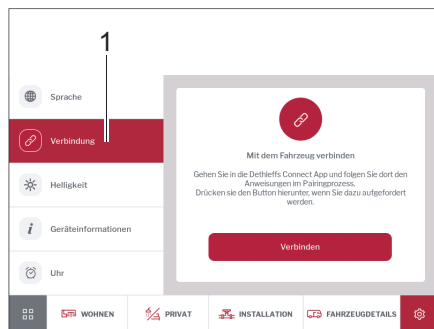

Bild 270 Anslutning
- Klicka på knappen *Anslutning* (Bild 270,1).